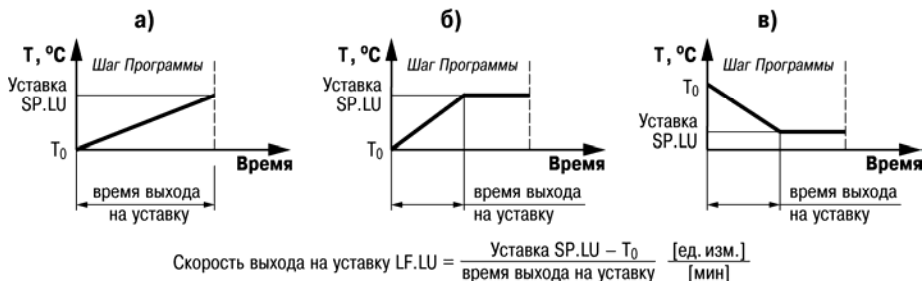

Рисунок 3.6 – Задание скорости выхода на Уставку
- в течение всего Шага (см. рисунок 3.6, а);
- в течение части Шага – до достижения **Значения уставки**, далее осуществляется поддержание достигнутого значения Уставки (см. рисунок 3.6, б, в).